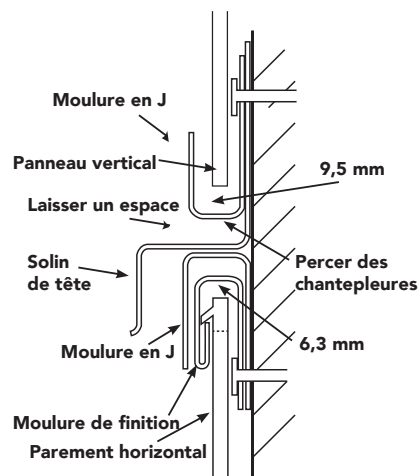

Figure 49
- Il faut percer dans la seconde moulure en J des chantepleurs d'au moins 4,8 mm (3/16 po), à intervalle maximal de 610 mm (24 po). En outre, ne pas faire reposer la moulure sur le solin de tête, sous peine de boucher les chantepleurs. Laisser un espace, comme le montre la Figure 49.